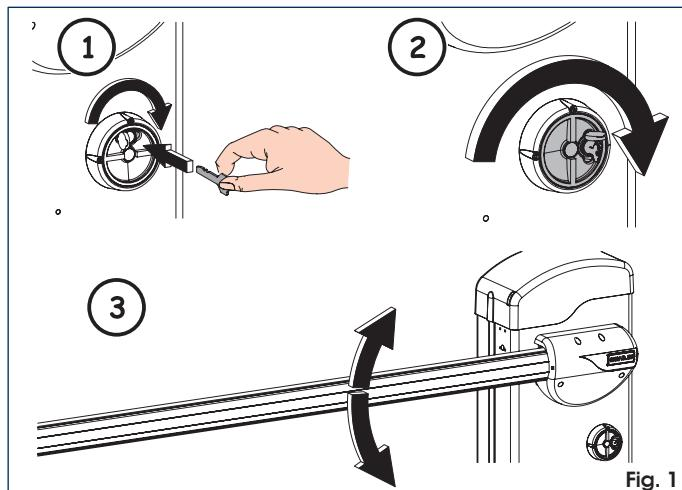

Fig. 1
sentido horario hasta el tope, como se indica en la fig. 1 ref. ①.
- Gire el dispositivo de desbloqueo en sentido horario hasta su tope, fig. 1 ref. ②.
- Mueva manualmente la barra, fig. 1 ref. ③.